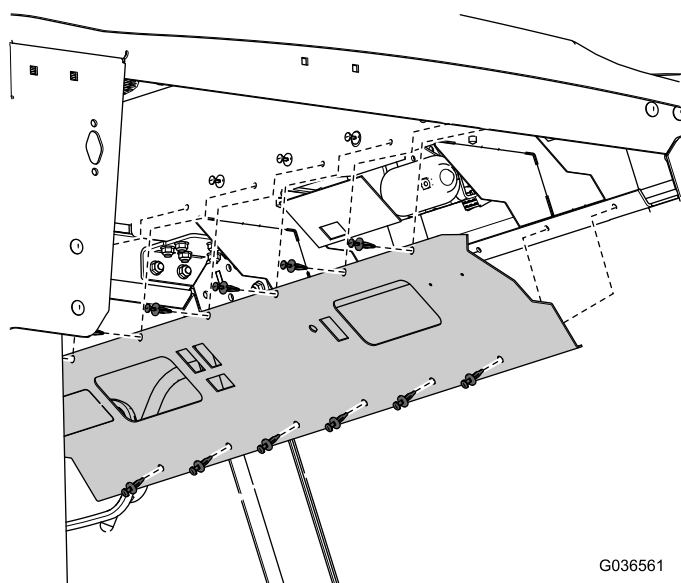

Figure 1
4. Déposez le panneau avant (Figure 1).